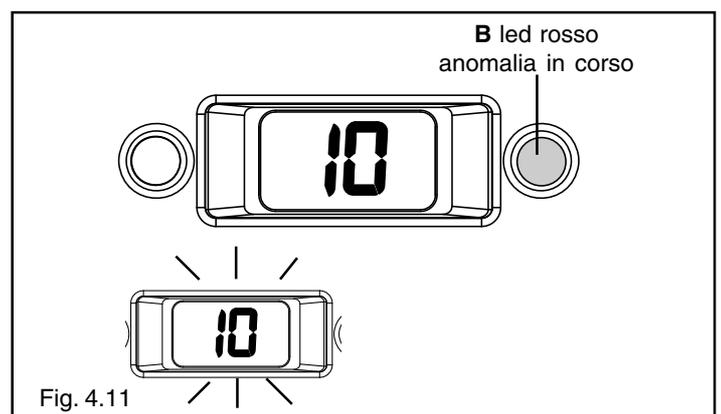

Fig. 4.11
Nel caso si verificassero anomalie di accensione o funzionamento la caldaia effettuerà un "ARRESTO DI SICUREZZA": sul pannello di comando si spegnerà il led verde, il display visualizzerà un codice anomalia lampeggiante (fig. 4.11) e, in caso di blocco, si accenderà il led rosso (B).